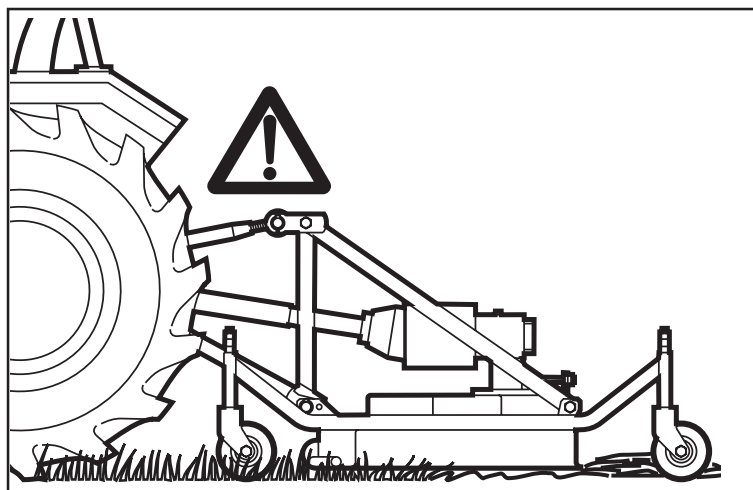

Fig. 4
- 24) It is absolutely forbidden to stand between the tractor and the implement (Fig. 4) when the engine is running and the cardan shaft is engaged without having first engaged the hand brake and placed a block or stone under the wheels to prevent them from moving. Keep a safe distance from the shredder at work to avoid being hit by possible flying stones, etc.
- 24) Es ist absolut verboten, bei laufendem Motor und eingeschalteter Gelenkwelle zwischen den Schlepper und das Gerät zu treten (Abb. 4). Dazu muß die Feststellbremse gezogen werden und unter die Räder ein Bremskeil oder ein großer Stein gelegt worden sein. Achten Sie bei der Arbeit mit der Häckselmaschine auf den nötigen Sicherheitsabstand aufgrund der Auswurfgefahr stumpfer Gegenstände.
- 24) Il est absolument interdit de se mettre entre le tracteur et l'appareil (Fig. 4) quand le moteur est en marche et le cardan enclenché, sans avoir tiré le frein de stationnement et bloqué les roues avec une cale ou un caillou. Se tenir à une distance de sécurité du broyeur en fonctionnement, à cause du lancement possible d'objets contondants.
- 24) Está terminantemente prohibido colocarse entre el tractor y el equipo (Fig. 4) con motor encendido y cardán insertado, o sin haber accionado el freno de estacionamiento y de colocar, debajo de las ruedas, una piedra u otro elemento de bloqueo. Manténgase a una distancia de seguridad del triturador durante el trabajo, porque puede proyectar objetos.
- 28)** È assolutamente vietato interpersi fra il trattore e l'attacco della macchina per manovrare il comando dall'esterno per il sollevamento (Fig. 4).
- 28)** *It is absolutely forbidden to stand between the tractor and the implement when manoeuvring the lift control from the outside (Fig. 4).*
- 28)** Es ist absolut verboten, zwischen den Schlepper und den Anschluß zu treten, um die Aushebung von außen zu betätigen (Abb. 4).
- 28)** *Il est absolument interdit de se mettre entre le tracteur et l'attelage pour manoeuvrer la commande de relevage de l'extérieur (Fig. 4).*
- 28)** Está absolutamente prohibido colocarse entre el tractor y el enganche para maniobrar el mando desde el externo en la fase de elevación (Fig. 4).